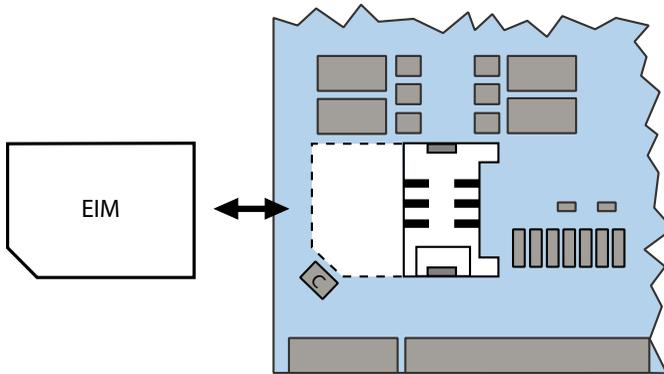

Fig. 83 Карта EIM
4. Вставьте новую карту EIM под направляющие язычки и протолкните ее до упора в держателе чип-карт. Убедитесь в том, что контакты карты EIM обращены вниз, а скошенный край карты EIM ориентирован в сторону края карты менеджера вызовов, а не на конденсатор (C) (см. Fig. 83).